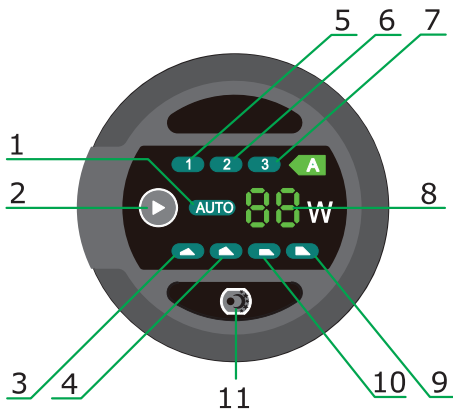

Рис.5 Панель управления насосом.
7.7 Выбор режима работы производится последовательным нажатием кнопки 2. Включение и отключение ночного режима производится нажатием кнопки 11 (см.Рис.5).